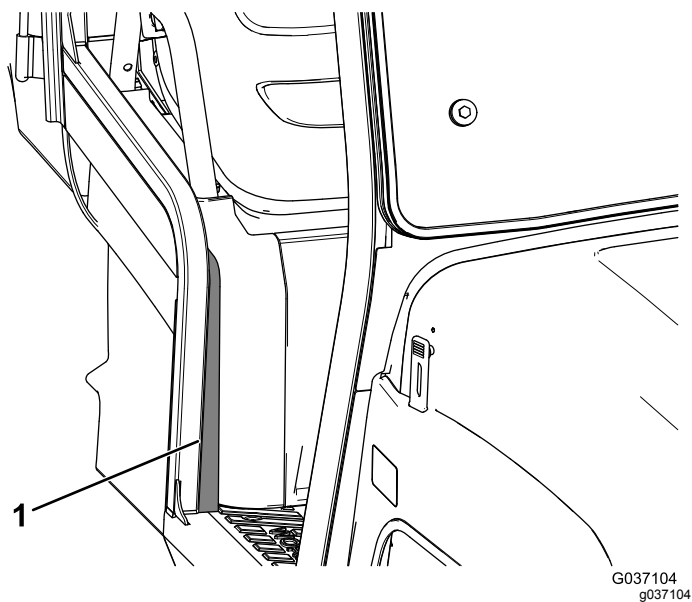

Bild 16
12. Entfernen Sie das Trägermaterial von der Schaumstoffdichtung und bringen Sie die Dichtung an der rechten Seite der Maschine an (Bild 16).